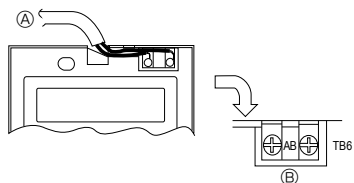

Fig. 6-4
2) Τρόπος σύνδεσης (Fig. 6-4)
① Συνδέστε το καλώδιο του τηλεχειριστηρίου στην πλακέτα ακροδεκτών.